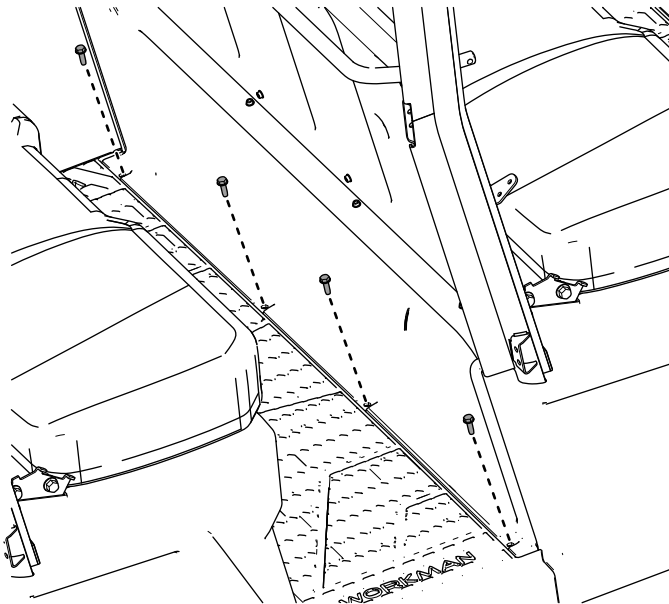

Figura 51
24. Fissate la base del pozzetto piedi utilizzando i 4 bulloni a testa esagonale con rondella (5/16" x 1") rimossi in precedenza, come illustrato nella Figura 51.